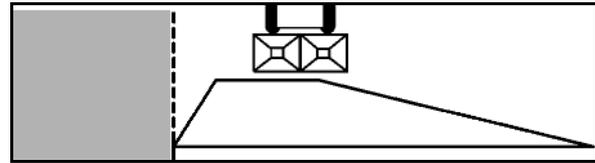

Fig. 61
- El símbolo "▲" o "◆"(Fig. 61/3)
2. Soltar la tuerca de mariposa (Fig. 61/1).
5. Aflojar el asa (Fig. 61/2)
6. Girar la pantalla hasta que el indicador (Fig. 61/3) señale el símbolo "▲" o "◆".